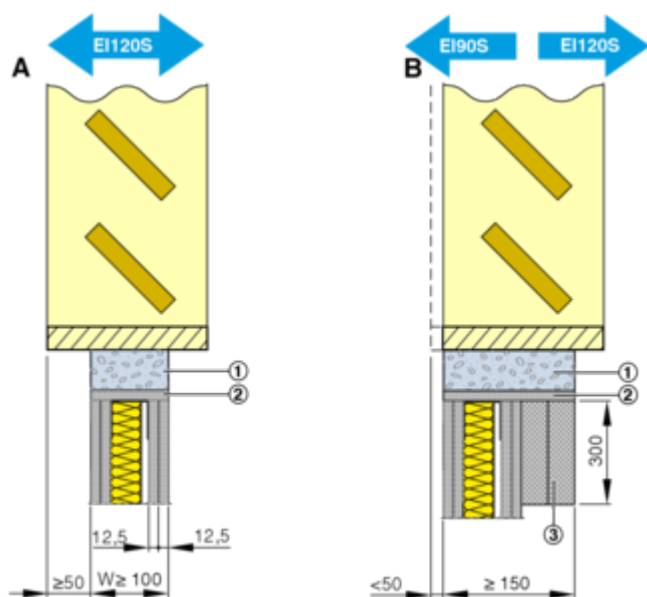

Abb. 40: EK-JZ Einbau zentriert oder einseitig bündig (Überstand <50 mm)
Einseitig bündig ( Abb. 40 /B)
- Ab Klappenhöhe  $\geq 1030$  mm und einer Wandstärke <150 mm eine rückseitige oder schachtseitige Klappenauflage ( Abb. 40 /3) herzustellen, z.B. mit PRO-MATECT LS35, L500, AD40.